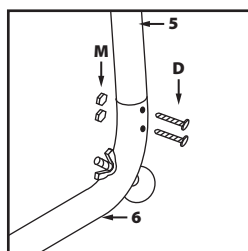

Fig. 9
- Sélectionnez les éléments **5** et **6**. Reliez l'élément **5** à l'élément **6**, à l'aide des fixations **D** et **M** (**Fig. 9**).